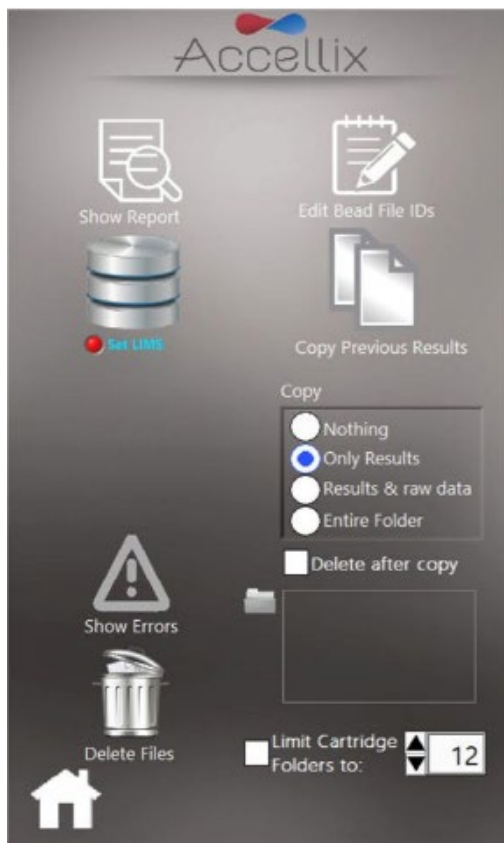

图 17：一般管理员设置屏幕
2. 在 **Admin User Password Input**（管理员用户密码输入）窗口（图 16）中输入密码，以访问 **General Administrator Settings**（一般管理员设置）屏幕（图 17）。